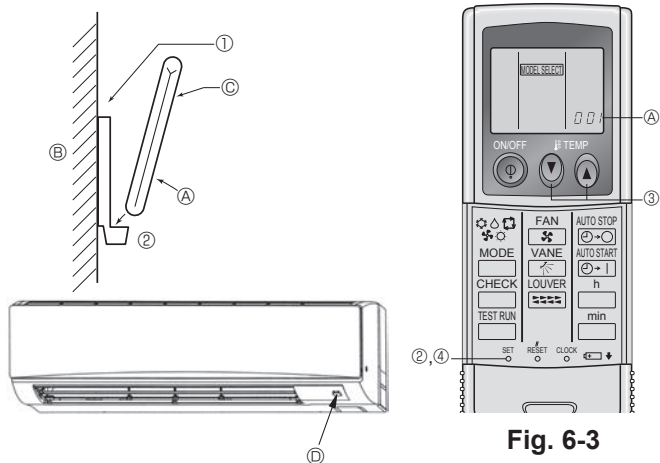

Fig. 6-2
2) Méthode d'installation (Fig. 6-2)
- ① Attacher le support de la télécommande à l'endroit voulu à l'aide de vis à taraud.
- ② Mettre la partie inférieure de la télécommande dans le support.
- ① Télécommande
- ② Mur
- ③ Écran d'affichage
- ④ Récepteur